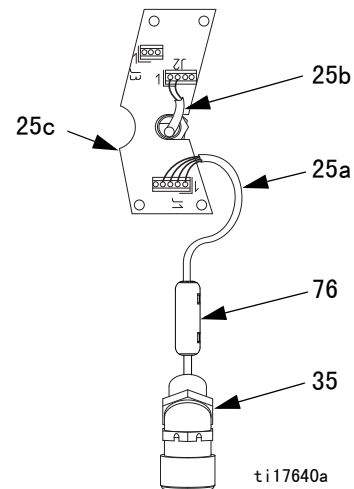

图 29. 电路板导线连接
- a. 参见图 29。断开电路板（25c）上 J1 的传感器电缆（25a）连接。卸下并保留铁氧体（76）。